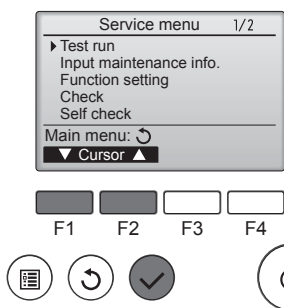

Fig. 7-3
- ③ Seleccione "Test run" (Modo prueba) con el botón [F1] o [F2], y pulse el botón [✓]. (Fig. 7-3)